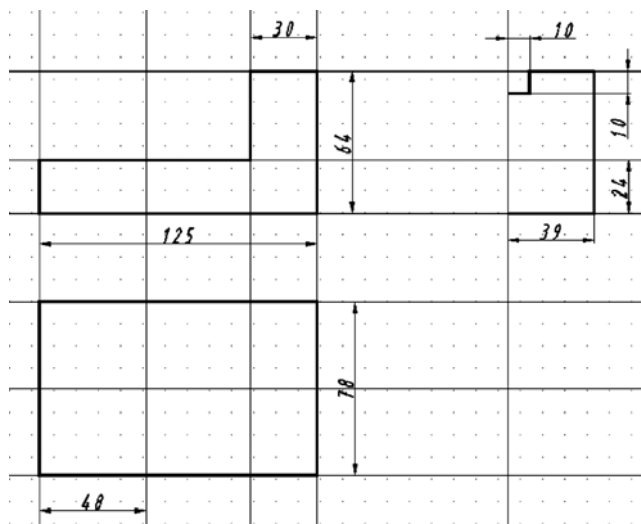

Рис. 6.6. Обводка внешнего контура
3. Провести необходимые вспомогательные построения для формирования трех видов детали. Слой — «Вспомогательный», команда — «Прямая»; опции — «Гор», «Вер», «Отступ» (рис. 6.6).